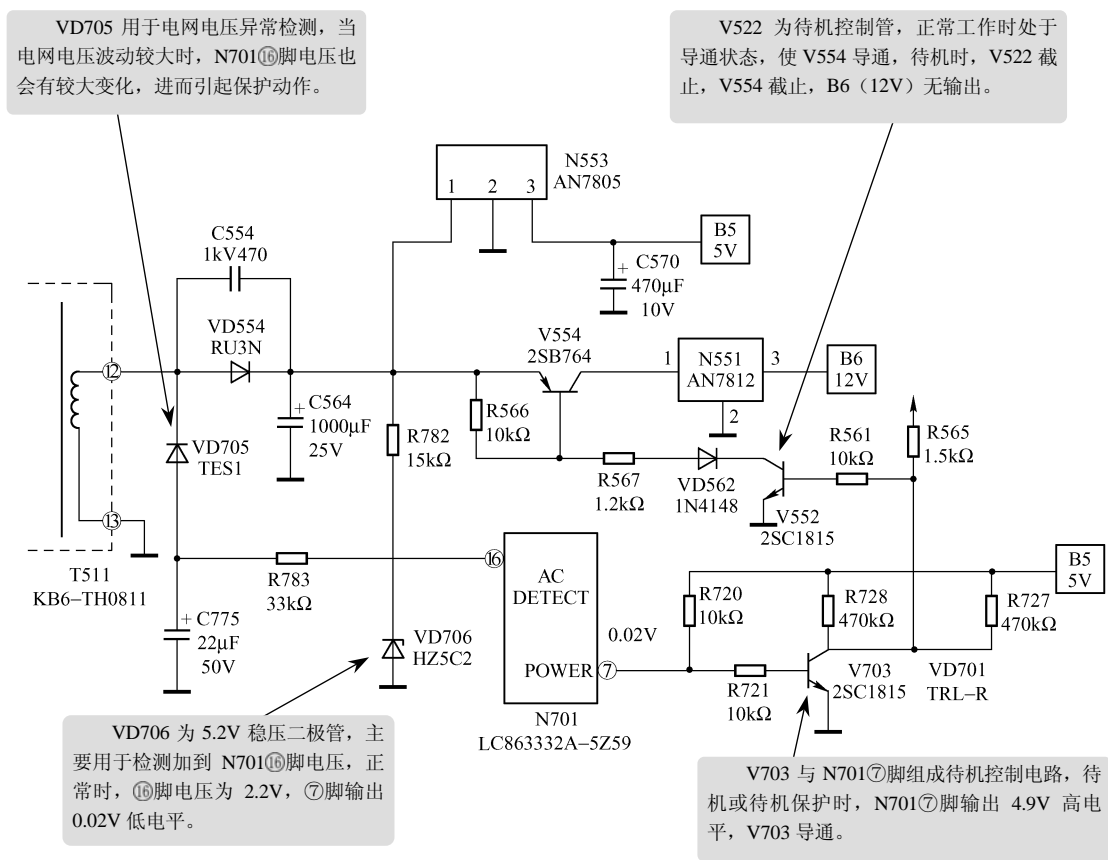

图 7-25 交流电压检测电路原理图
检查与分析：在刚一打开电视机时，屏幕上就显示闪动的“电网电压过高，请关机”字符，此时进入维修菜单，调整“HIGH AC-IN”项数据无效，正常时，将该项数据调在 40 以下，一般就不会再出现“电网电压过高，请关机”字符，因而可初步判断是机内的交流电压检测电路有故障，其电路原理如图 7-25 所示。
在如图 7-25 所示中，VD705、C775、R783、VD706、R782 和 N701 (LC863332A-5Z59) 的⑩脚组成交流电压异常保护电路。其中，N701⑩脚为交流电压检测输入端，用于监测 T511 开关变压器⑫脚输出电压的变化量，进而间接判断市网电压是否正常。正常时，N701⑩脚电压约为 2.2V。因此，这时可首先检测 N701⑩脚电压，已为 0V。再进一步检查 N701⑩脚外接元器件，最终是 VD706 击穿短路，将其换新后，故障被排除。
小结：在如图 7-25 所示中，VD706 为 5.2V 稳压二极管，主要起保护作用。当加到